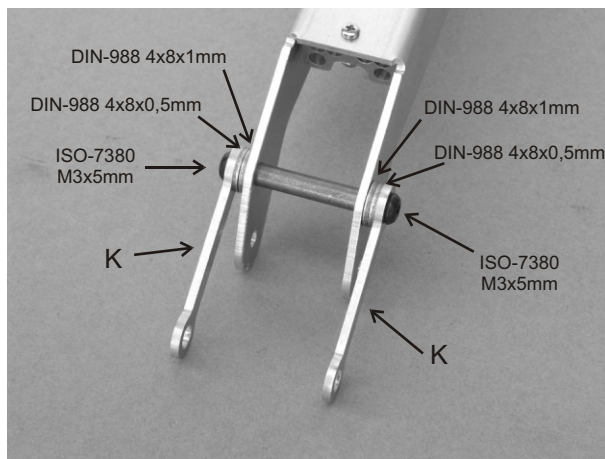

Bild 18
Stecken Sie den Bolzen 4x28 durch die obere, fordere Bohrung des 2. Arms (F) (siehe Bild 18) und fädeln Sie je Seite 2 Paßscheiben (1x DIN-988 4x8x1mm + 1x DIN-988 4x8x0,5mm) und je 1 Kinematikarm lang(K) auf den Bolzen. Verschrauben Sie die das Ganze danach mit 1 Schraube ISO-7380 M3x5mm je Seite.